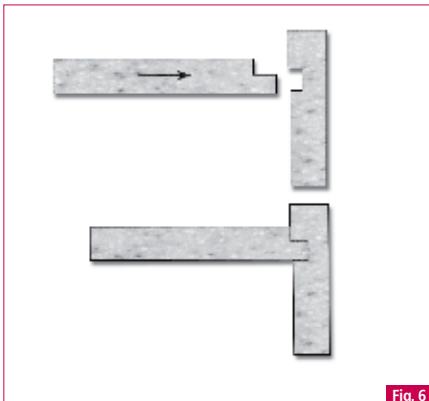

Fig. 6
13.14 Um eine Schwallrand-Kante herzustellen, nehmen Sie von der oberen Platte Material ab und versehen Sie die Kante mit einer Nut. (Abb. 6).